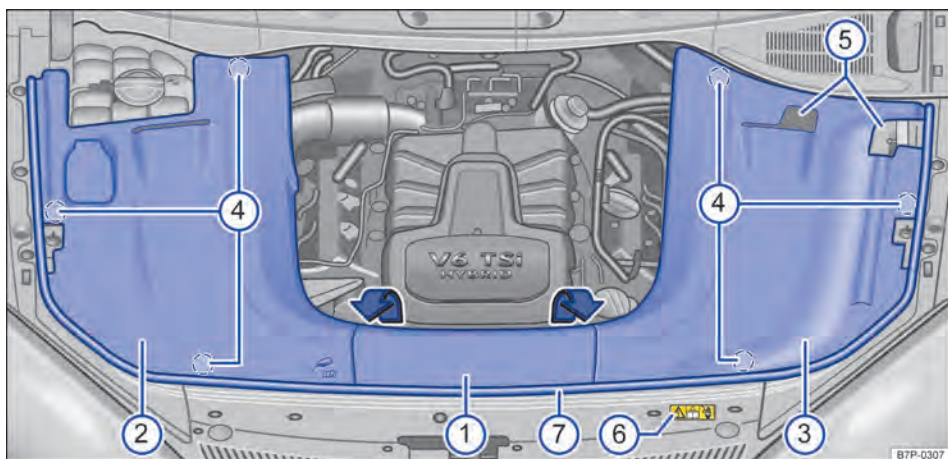

Fig. 187 Com a tampa do compartimento do motor aberta: cobertura do compartimento do motor.
A cobertura do compartimento do motor ① e ② ⇒ Fig. 187 deve ser desinstalada para verificar e corrigir o nível do líquido de arrefecimento ⇒ Página 270. Procedimento para verificar e corrigir o nível do líquido de arrefecimento ⇒ Página 393.
Se a rede de bordo do veículo de 12 V, devido a um defeito da bateria do veículo 12 V, não for capaz de funcionar, o veículo híbrido pode dar a partida com auxílio externo no caso de capacidade de carga suficiente da bateria de alta tensão ⇒ Página 501. Para alcançar os pontos de auxílio à partida no compartimento do motor, utilizar as aberturas para pontos de partida auxiliar ⑤ na cobertura ③ ⇒ Fig. 187 .
Legenda para Fig. 187:
- ① Cobertura central.
- ② Cobertura direita.
- ③ Cobertura esquerda.
- ④ Alojamentos.
- ⑤ Aberturas para os pontos de partida externos.
- ⑥ Placa de advertência para alta tensão.
- ⑦ Vedação do compartimento do motor.
As coberturas do compartimento do motor ① e ③ ⇒ Fig. 187 devem ser desinstaladas nas seguintes situações:
As coberturas do compartimento do motor ① e ② ⇒ Fig. 187 devem ser desinstaladas nas seguintes situações: